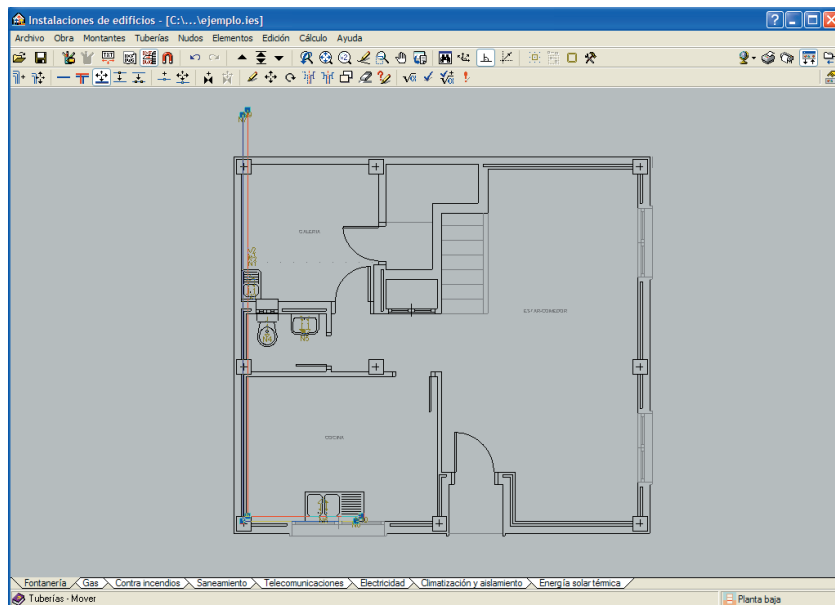

Fig. 24
- Pulse **Aceptar** y sitúe las tuberías según se muestra a continuación, comenzando desde arriba hacia abajo, y de izquierda a derecha (Fig. 24). Para finalizar la introducción de la tubería múltiple, debe pulsar el botón derecho del ratón.